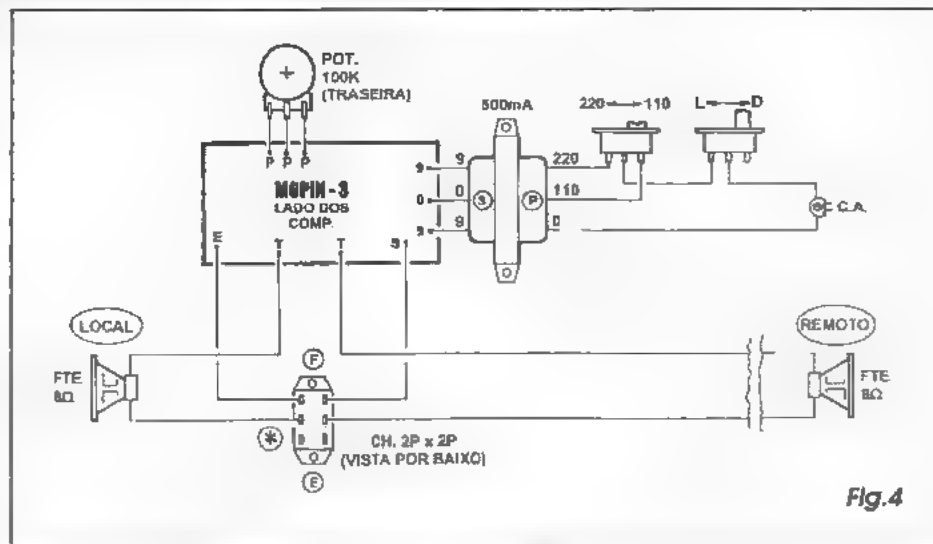

Fig.4
**- FIG. 4 - CONEXÕES EXTERNAS À PLACA - INSTALAÇÃO BÁSICA -** A placa do impresso, contendo o módulo básico já montado (conforme figura anterior...) é vista no diagrama, incluindo agora as conexões externas necessárias ao funcionamento do sistema e à sua própria instalação... Aos pontos P-P-P são ligados os terminais do potenciômetro de controle de volume (este visto pela traseira, na figura...). Os três fios provenientes do *secundário* (S) do trafo são ligados aos pontos 9-0-9, na ordem mostrada... Observar também as ligações dos fios correspondentes ao *primário* (P) do transformador à chave de tensão, interruptor geral e *rabiço* (cabo de força). Os pontos que merecem mais atenção, entretanto, referem-se às conexões à chave *fala-escuta*, alto-falante *local* e alto-falante *remoto*... Aqui é bom notar alguns itens: a chave *fala-escuta* é vista, na figura, pelo lado dos seus terminais, devendo o montador observar com atenção a existência de duas ligações em "X" *fechando* os pinos extremos de cada lado, em *diagonal*... Notar também a indicação da posição relativa do botão ou do cursor interno da dita chave, para as funções *fala* (F) e *escuta* (E). Tanto a chave *fala-escuta*, quanto o alto-falante *local*, ficam na mesma caixa ou acomodação que contém a placa do MOPIN-3, transformador, chaves e *rabiço*... De tudo o que se vê no diagrama, o único elemento que fica instalado em ponto distante é o alto-falan-